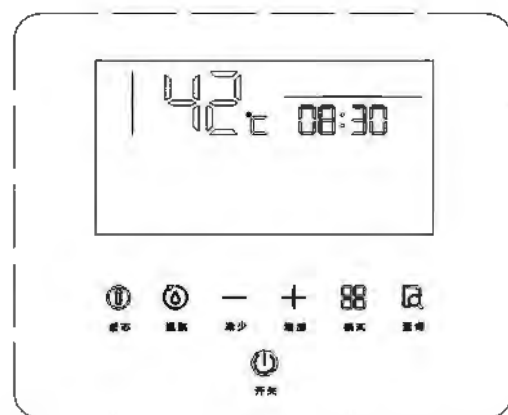
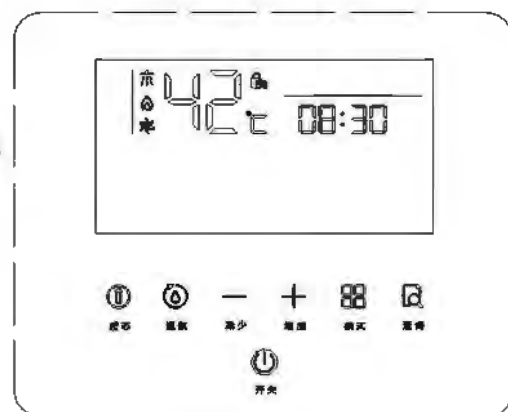

图15
图16
(1) 按下显示器面板的电源键，如图15，显示屏点亮，并显示上次最后使用的设置温度(例如42℃)及实时时间(例如08:30)。
(2) 按“+”“-”键热水器进入温度调节状态，可自由设置温度。温度设置范围在35℃~65℃；35℃~48℃每按一次按键变化1℃，48℃~65℃每按一次按键变化为48℃、50℃、55℃、60℃、65℃，每按一次蜂鸣器响一声。
(3) 打开热水龙头，如图16，热水器便会启动点火，热水随之流出。开水启动后温度设置范围为35℃~50℃，超过50℃只能按下调键“-”(即儿童锁功能，防止烫伤)若想设置水温高于50℃，先关闭热水龙头后再按升温键。